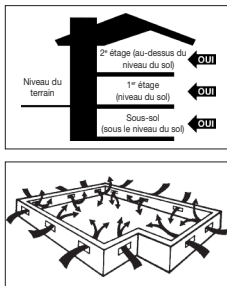

Figure 1
- Les vides sanitaires doivent se trouver à un minimum de 46 cm (18 po) entre le sol et le dessous des solives. Il est indispensable d'utiliser un pare-vapeur consistant en un tapis de sol en une pellicule de polyéthylène noire de 6 à 20 mils dont les joints se chevauchent sur 15 cm (6 po) et sont fixés au moyen de ruban adhésif résistant à l'humidité. Le pourtour du vide sanitaire doit être pourvu d'un périmètre de ventilation équivalent à 1,5 % de la surface au minimum. Les événements doivent être correctement placés de façon à assurer une ventilation transversale (figure 1). Selon les besoins, les codes locaux ont préséance.